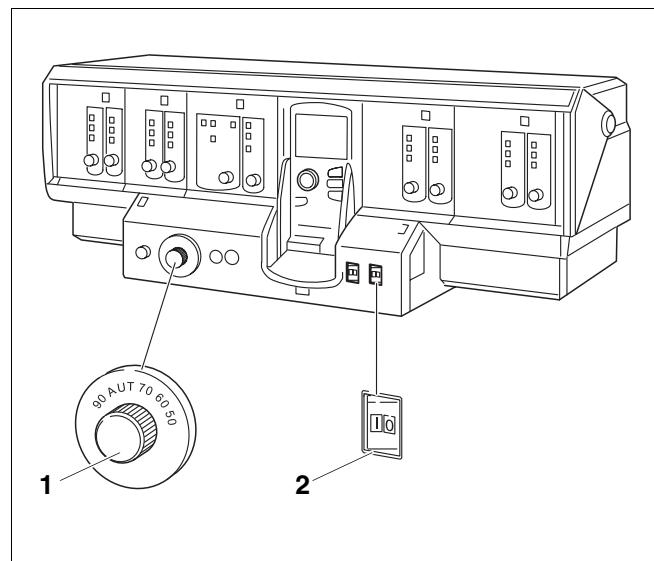

Рис. 3 Система управления (здесь: Logamatic 4000)
- Установите регулятор температуры котловой воды (рис. 3, **поз. 1**) в положение "AUT".
- Установите пусковой выключатель (рис. 3, **поз. 2**) в положение "I" (ВКЛ).
- Установите пусковой выключатель (рис. 3, **поз. 1**) в положение "0" (ВЫКЛ).